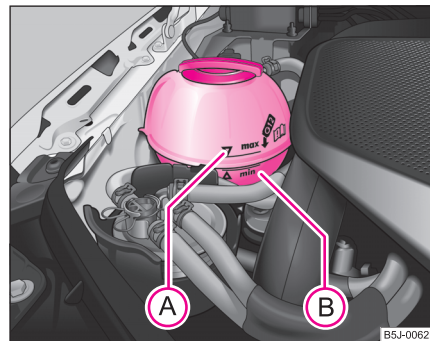

Fig. 158 Vano motor:
- Compruebe el nivel de líquido refrigerante en el depósito de expansión del mismo ⇒ página 228, fig. 158. Con el motor frío, debe encontrarse entre las marcas de “MÍN.” y “MÁX.”. Con el motor caliente, el nivel puede sobrepasar también un poco la marca de “MÁX.”.
- Coloque un trapo sobre el tapa del depósito de expansión de líquido refrigerante ⇒ página 228, fig. 158 y desenrosque el tapón con **cuidado** girándolo hacia la izquierda ⇒ .